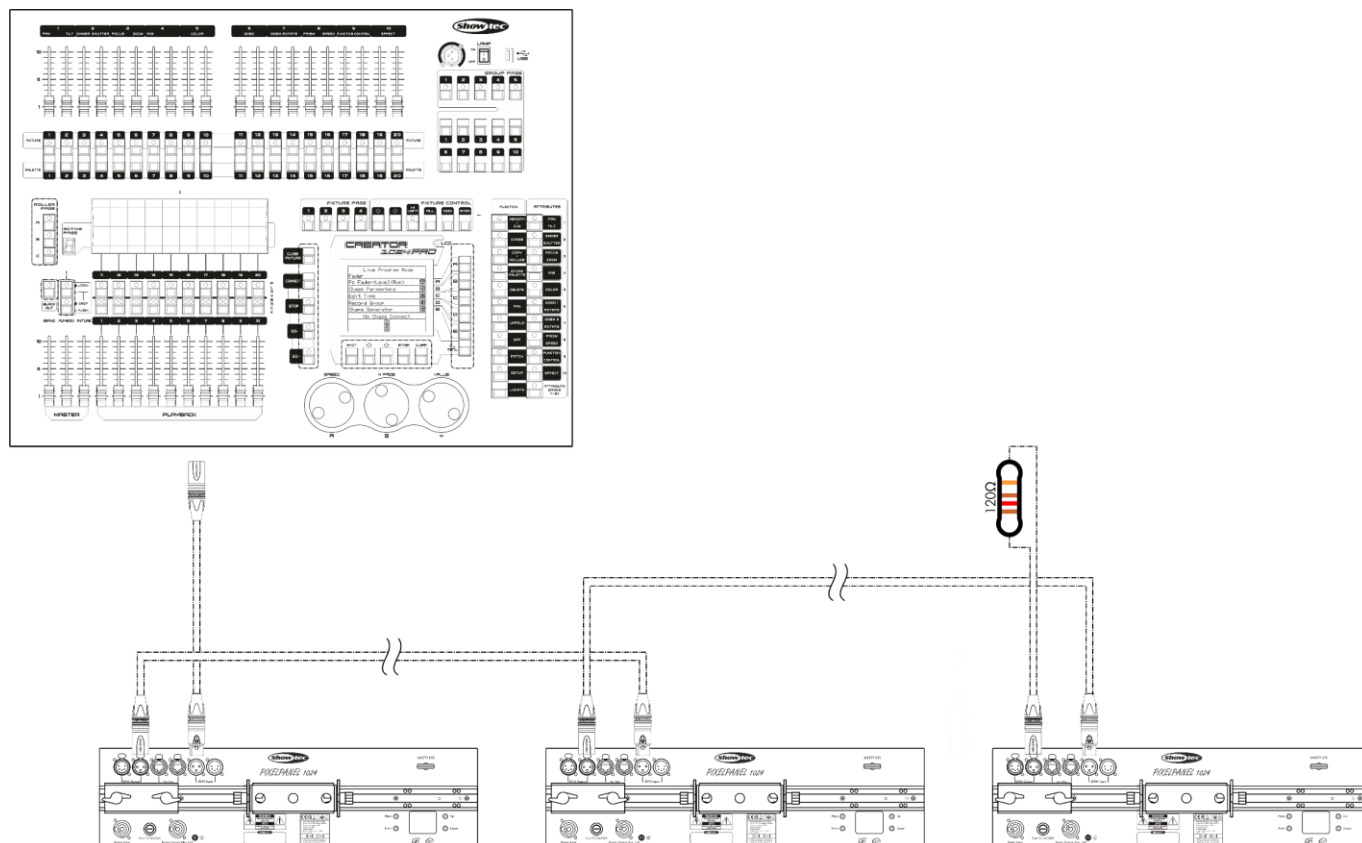

Abb. 07
- 03) Verbinden Sie die gewünschte Anzahl an Geräten auf diese Weise in Reihenschaltung hintereinander wie in Abb. 07 gezeigt.